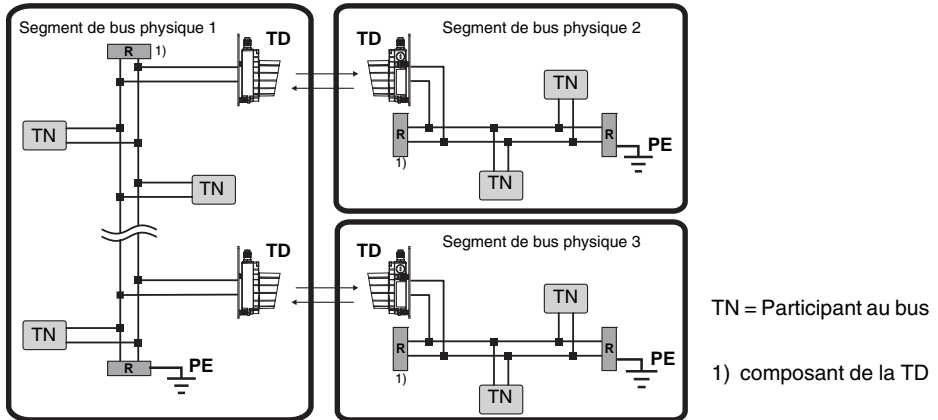

Figure 9.9: Câblage DeviceNet / CANopen
- Pour chaque segment de bus physique, les bouts de ligne de bus doivent être terminés entre CAN_L et CAN_H (voir figure 9.9 **R**).
- Le potentiel de référence CAN_GND ne peut être relié à la terre (PE) qu'à un endroit d'un segment de bus physique (voir figure 9.9).